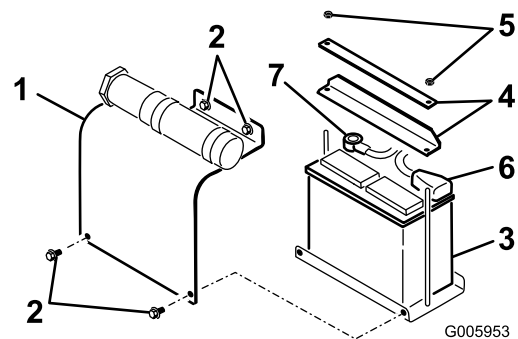

Bild 5
1. Entfernen Sie die vier Schrauben, mit denen die Batterieabdeckung befestigt ist und entfernen die Abdeckung (Bild 5).
2. Entfernen Sie die Muttern und Leisten, mit denen die Batterie befestigt ist (Bild 5).
- Bauen Sie die Batterie in die Fahrerstation ein (Bild 5).
- Befestigen Sie die Batterie mit den vorher entfernten Leisten und Muttern wieder im Rahmen (Bild 5).
- Schließen Sie das Pluskabel (rot) am Pluspol (+) an (Bild 5). Schieben Sie die Gummiabdeckung über den Batteriepol.
- Schließen Sie das Minuskabel (schwarz) am Minuspol (-) an (Bild 5).
- Bringen Sie die Batteriefachabdeckung wieder an (Bild 5).